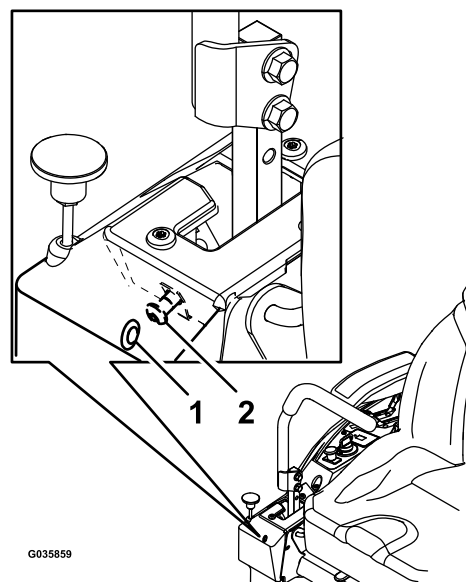

Figure 88
6. Si la machine se déporte à droite, insérez une clé hexagonale de 3/16 po dans le trou d'accès du panneau de couvercle avant droit et tournez la vis de réglage de l'alignement dans le sens horaire ou antihoraire pour ajuster la course du levier (Figure 88).
7. Si la machine se déporte à gauche, insérez une clé hexagonale de 3/16 po dans le trou d'accès du panneau de couvercle avant droit et tournez la vis de réglage de l'alignement dans le sens horaire ou antihoraire pour ajuster la course du levier (Figure 88).